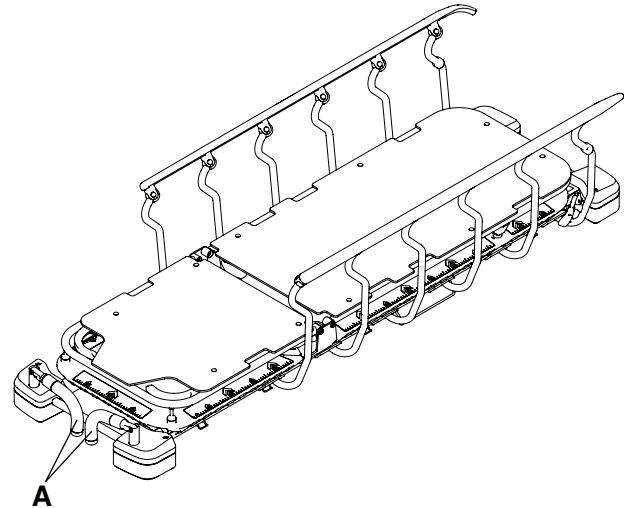

Figure 8 – Rangement des poignées de poussée du côté tête
4. Inverser les étapes pour ranger les poignées de poussée du côté tête (A) (Figure 8).